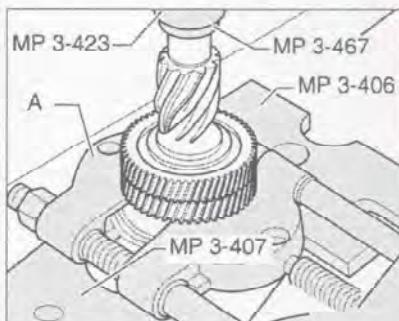

Рис. 7.81. Снятие шестерни 5-й передачи.
7. Спрессуйте шестерню 5-й передачи с помощью съемника Kukko 17/2 (A) (рис. 7.81).